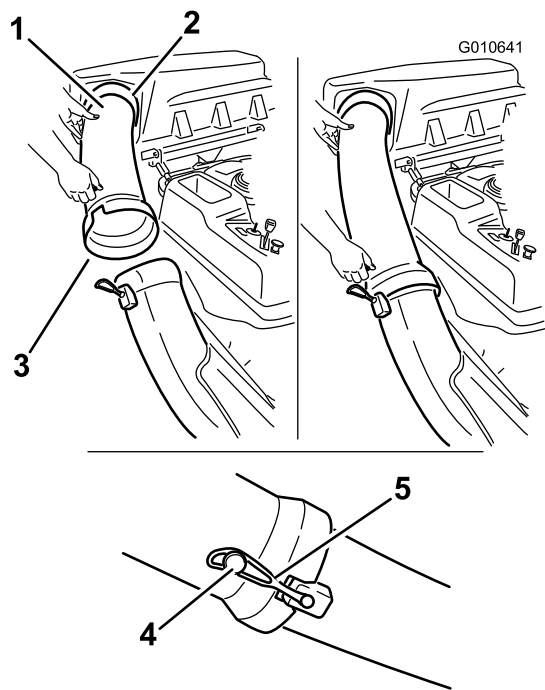

Figure 24
- 1. Glissez l'extrémité courbe du tube d'éjection dans l'ouverture du couvercle du système de ramassage (Figure 24).
- Glissez l'extrémité évasée du tube d'éjection sur l'extrémité de la goulotte. Accrochez la sangle en caoutchouc de la goulotte à l'ergot situé sur le tube d'éjection pour la fixer en position (Figure 24).